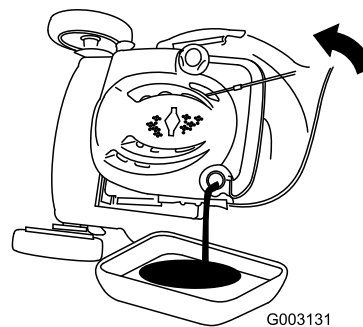

Figura 37
3. Inclinate il tosaerba sul fianco, con il filtro dell'aria in alto, per scaricare l'olio usato attraverso il tubo di riempimento (Figura 37).